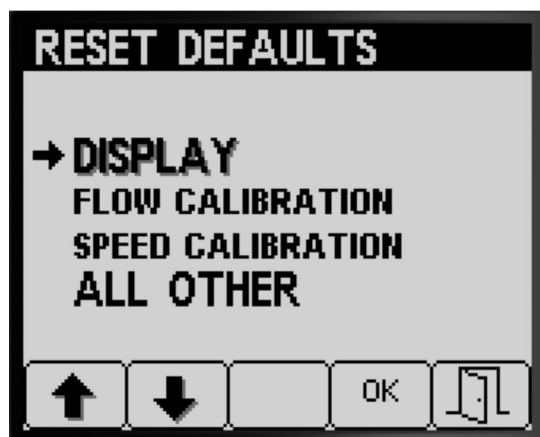

Figura 35
4. Pulse el botón 4 para restablecer los ajustes de la opción seleccionada (Figura 35).
5. Repita los pasos 3 y 4 para cualquier otra opción que desee restablecer (Figura 35).
6. Pulse el botón 5 para guardar los ajustes y salir de la pantalla RESTABLECER AJUSTES PREDETERMINADOS, y volver a la pantalla AJUSTES (Figura 35).